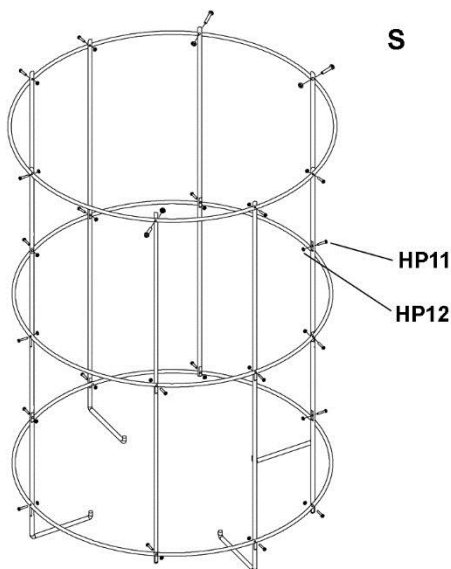

Рис. 13
18. Прикрутите короткие и длинные опоры рамки к кольцам в переменном порядке, как показано на Рис. 13. Закрепите с помощью 24 винтов с полукруглой головкой и шестигранных гаек (НР11, НР12). (Примечание: Загнутые концы длинных опор направлены внутрь, как показано на Рис. 13).